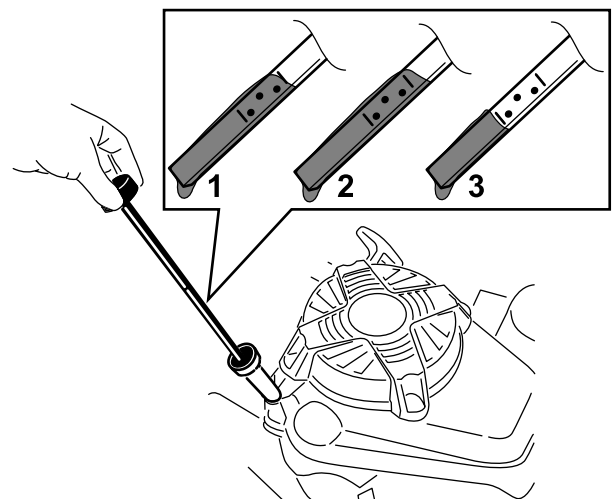

Figura 22
3. Retire la varilla girando el tapón en el sentido contrario a las agujas del reloj y tirando del mismo (Figura 22).
10. Observe el nivel de aceite en la varilla (Figura 22).